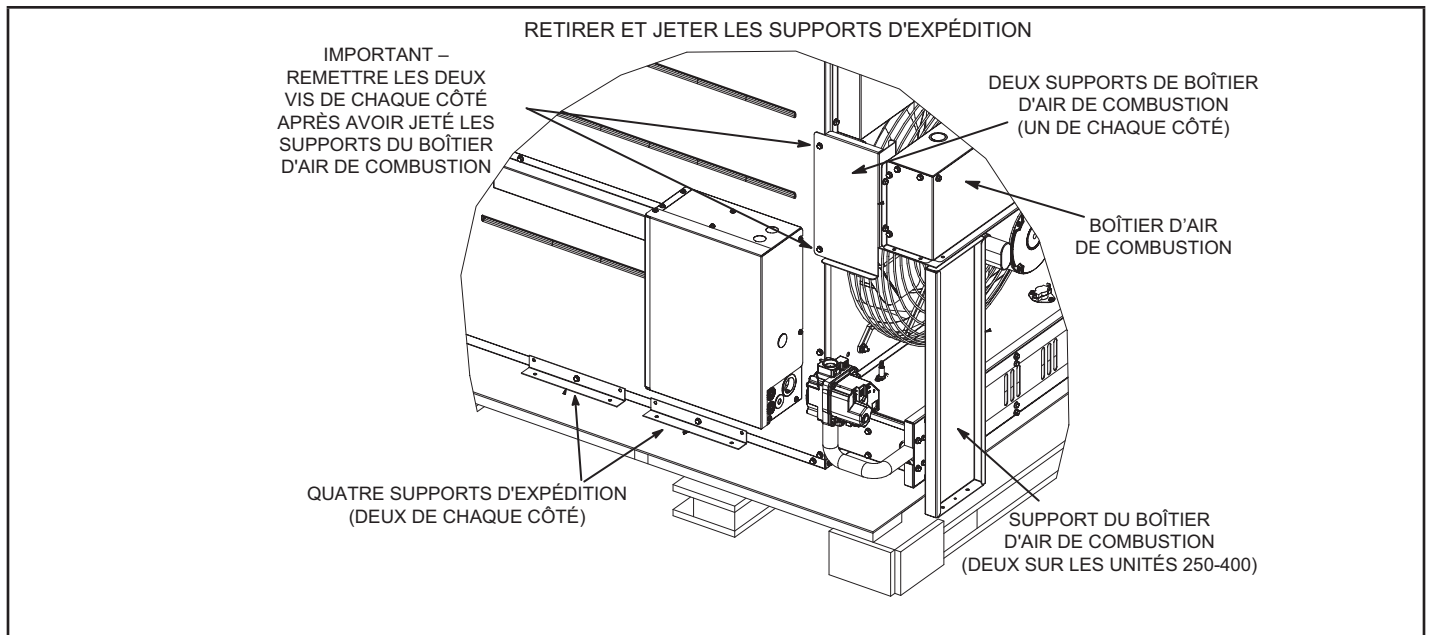

FIGURE 2
- 8 - Enlever et jeter la pattes d'expédition. Remettre les deux vis de chaque côté, comme illustré à la Figure 2.